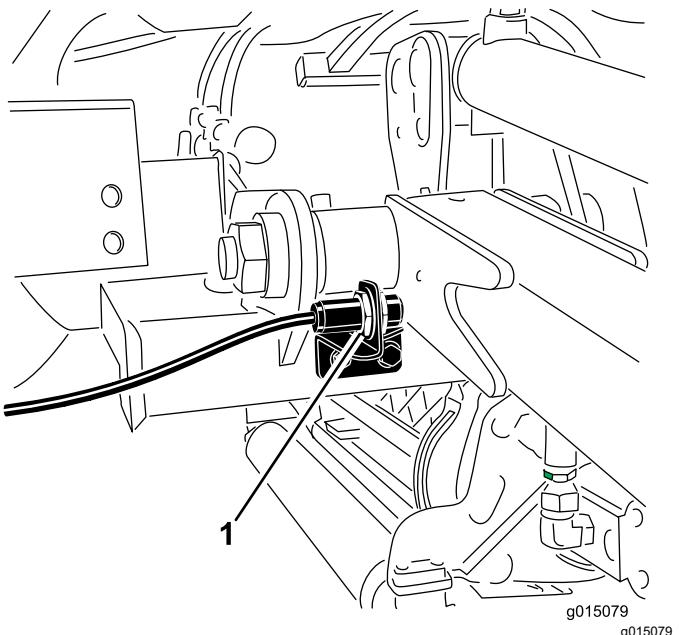

Figura 41
- Allentate le viti di attacco dell'interruttore (Figura 41) e alzate l'interruttore per aumentare l'altezza d'inversione del braccio di sollevamento o abbassate l'interruttore per ridurla.
- L'interruttore del braccio di sollevamento è situato dietro il braccio di sollevamento anteriore destro (Figura 41).